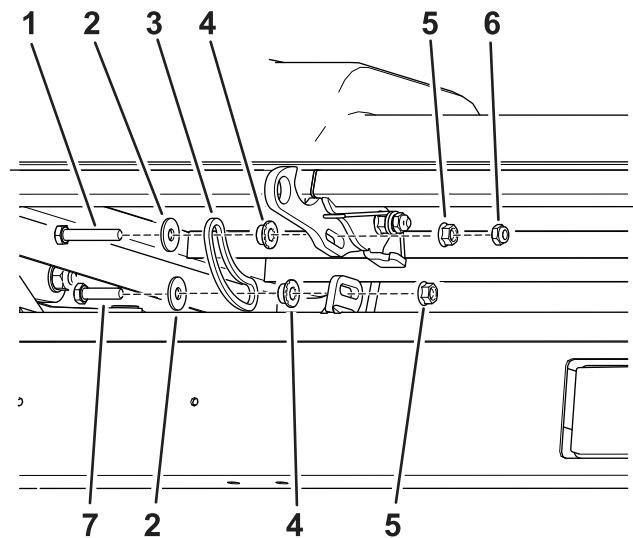

図 4
- フックにロッドコネクタを取り付ける長いボルト、平ワッシャ、ブッシュ、フランジナット、ロックナットを使用する 図 4。
- フックにロッドコネクタを取り付ける短いボルト、平ワッシャ、ブッシュ、ロックナットを使用する 図 4。